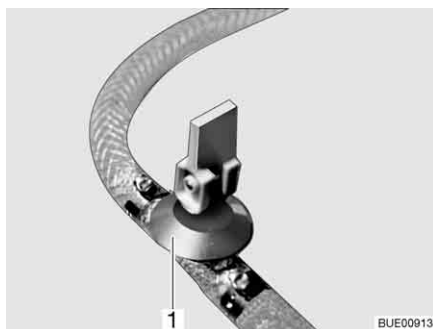
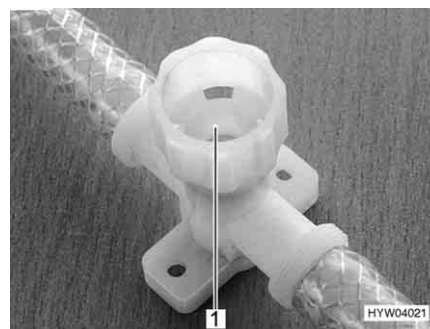

Fig. 220 Robinet de vidange (avec levier à bascule)
Fig. 221 Robinet de vidange (avec capuchon tournant)
- Fermer tous les robinets de vidange. Placer pour ce faire le levier à bascule (Fig. 220, 1) à l'horizontale ou faire tourner le capuchon du robinet de vidange (Fig. 221, 1) dans le sens des aiguilles d'une montre.